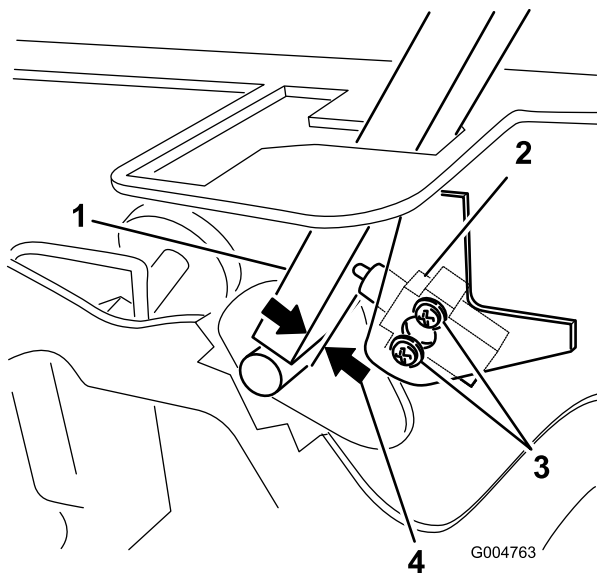

Bild 47
3. Lösen Sie die zwei Schrauben, mit denen der Sicherheitsschalter befestigt ist (Bild 47).
4. Halten Sie den Schaltbügel gegen den Rahmen und schieben den Schalter zum Hebel, bis der Abstand zwischen dem Hebel und dem Schaltergehäuse 0,4 mm bis 1 mm beträgt, wie in Bild 47 abgebildet.